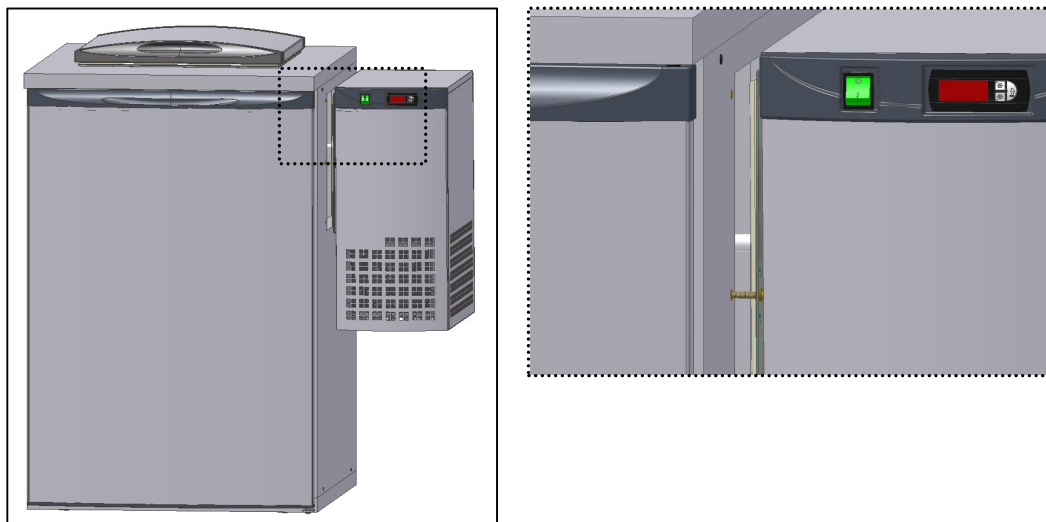

Fig. 13
- Stellen Sie die V6 auf die Öffnung des rechten Seitwand, bringen Sie die Bolzen auf dem Loch (Abb. 13);